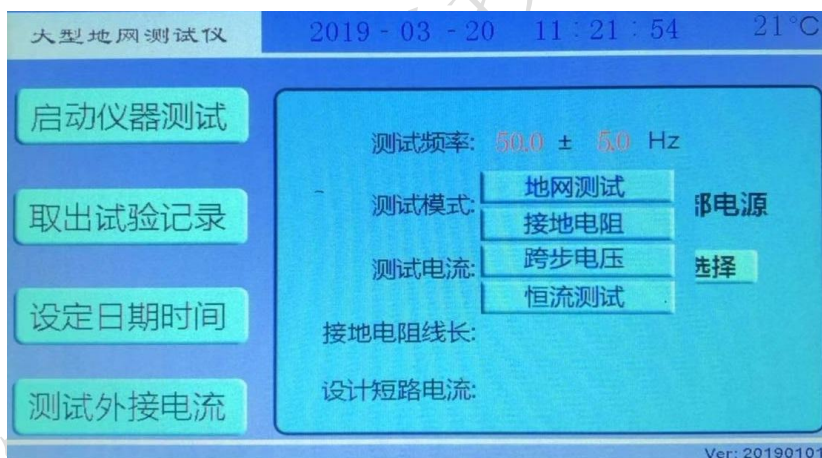

图 6 测试模式选择
2) 测试模式: **地网测试**。此处为下拉菜单（参考图 6）